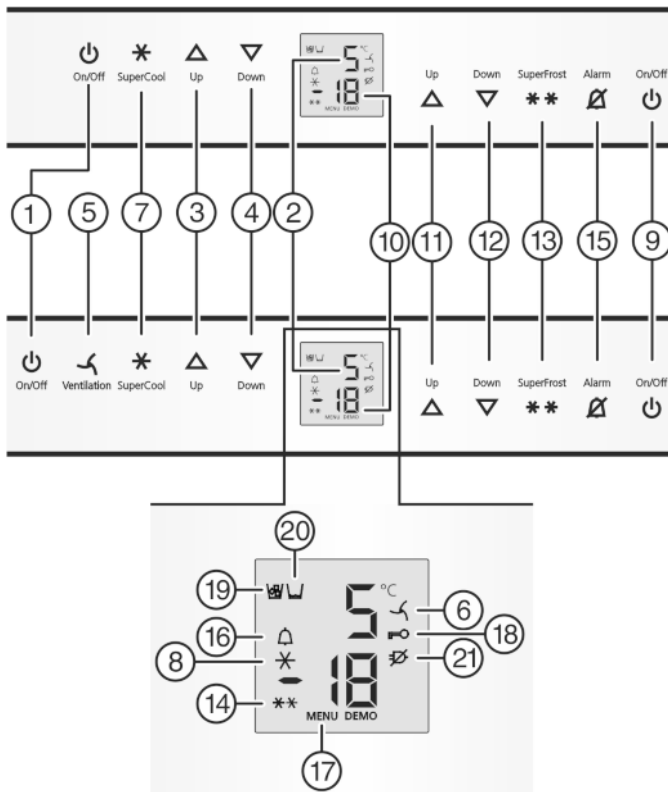

Fig. 2
- Нажмите кнопку On/Off морозильного отделения Fig. 2 (9).
- ▶ Нажмите кнопку On/Off холодильного отделения Fig. 2 (1).
- ▷ Холодильное отделение включено: Индикатор температуры холодильного отделения Fig. 2 (2) светится. При открытии двери холодильного отделения включается внутреннее освещение.
- ▶ Активация режима настройки: удерживайте кнопку SuperFrost Fig. 2 (13) прибл. 5 секунд.
- ▷ Символ меню Fig. 2 (17) горит.
- ▶ Коротко нажмите кнопку SuperFrost Fig. 2 (13) для подтверждения.
- ▶ Для включения защиты от детей коротко нажмите клавишу SuperFrost Fig. 2 (13).
- ▷ Символ "Защита от детей" Fig. 2 (18) горит. На индикации мигает **c**.
- ▶ Для выключения защиты от детей коротко нажмите клавишу SuperFrost Fig. 2 (13).
- ▷ Символ защиты от детей Fig. 2 (18) гаснет. На индикации мигает **c**.
- ▶ Выход из режима настройки: нажмите кнопку On/Off морозильного отделения Fig. 2 (9).
- ▶ Нажмите кнопку Alarm Fig. 2 (15).
Одновременно мигает индикация температуры и символ тревоги Fig. 2 (16).
Звуковой сигнал выключается автоматически, символ аварийного сигнала Fig. 2 (16) выключается и индикатор температуры перестает мигать, если температура снова становится достаточно низкой.